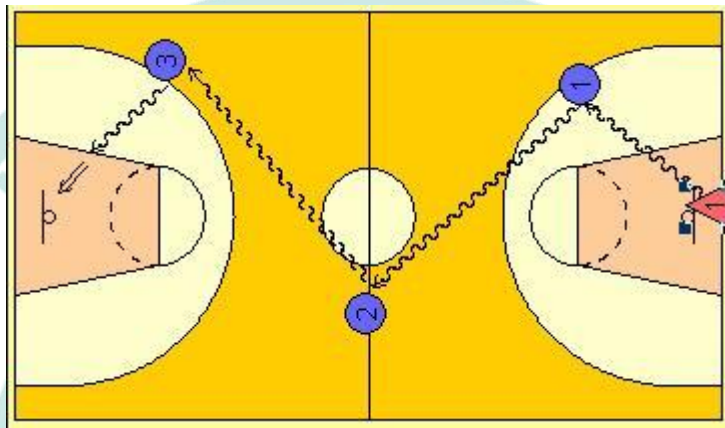

图3
1) 测试方法：学生在球场端线中点站立，面向球场，用右手运球至①处，以考生开始运球时球落地开表，在①处做背后运球变向，换左手向②处运球，至②处做左手后转身运球变向，换右手运球至③处，右手跨下运球后右手上篮。球中篮后方
可用左手运球返回③处，做背后运球，换右手运球至②处做右手后转身运球变向，运球至①处在左手跨下运球左手上篮。中球后做同样动作再重复一次，回到原处停表。（如图3所示）篮球场地上的标志①②③为以40厘米为半径的圆圈，①③到端线的距离为6米、到边线的距离为2米。②在中线上并到中圈中心距离为2.8米。要求考生在考试时必须任意一脚踩到圆圈线或者圆圈内地面，方可变向，否则视为无效，不予计分；运球上篮时须投中，投不进可进行补投，若球不中继续带球前进，视为无效，也不予计分。每人测试两次，记其中一次最佳成绩。